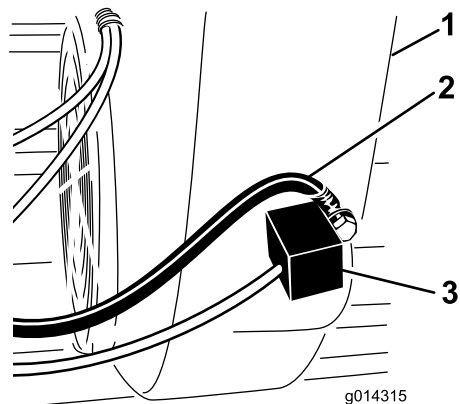

**Figura 4**
5. Ligue a cablagem do arranque por chave traseira à cablagem do veículo (Figura 4).